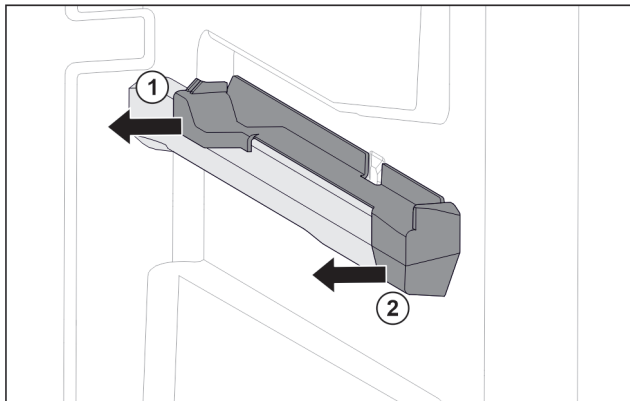

Fig. 61 Вставна частина на правому ребрі для резервуару
- ▶ Відсунути вставну частину назад вбік. Fig. 61 (1)
- ▶ Відсунути вставну частину вперед вбік. Fig. 61 (2)